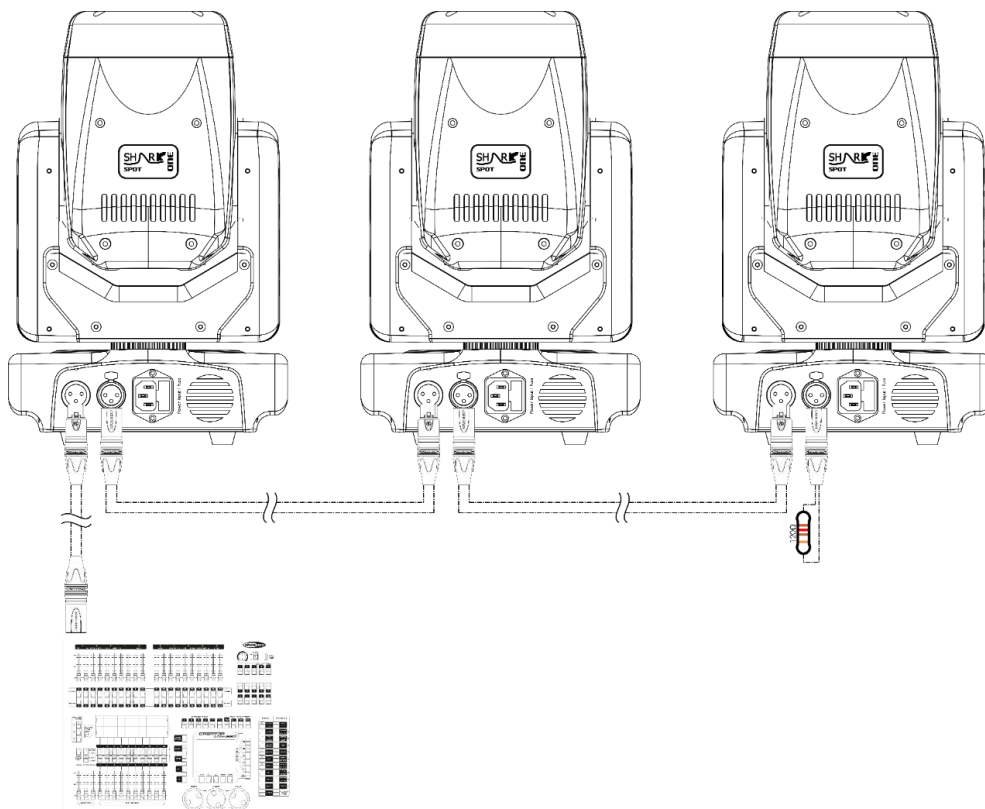

Fig. 05
- 04) Conecte las unidades como se indica en la Fig. 05. Conecte un cable de señal DMX que vaya desde el conector DMX OUTPUT (salida) de la primera unidad al conector DMX INPUT (entrada) de la segunda unidad. Repita este proceso para interconectar las unidades segunda, tercera y cuarta.